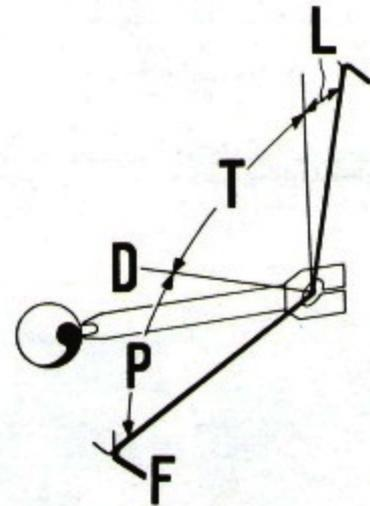

Fig. 36
Suivant le type de charrue, le levier est situé dans le secteur d'extension (T) Fig. 36 ou dans le secteur de compression (P). Sur les charrues travaillant en extension, la profondeur maxi est atteinte avant le